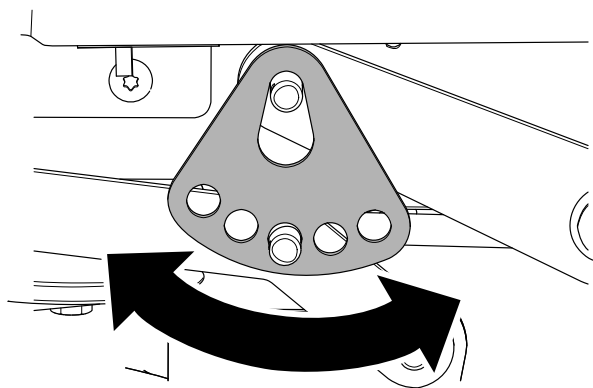

Figuur 66
6. Verwijder de R-pen en de ring van de onderste pen van de hefarm (Figuur 66).